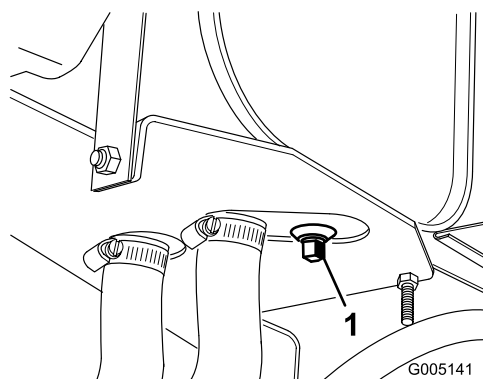

Figura 47
1. Retire el tapón de vaciado del depósito (Figura 47) y deje fluir el aceite hidráulico a un recipiente apropiado. Vuelva a colocar el tapón y apriételo cuando el aceite hidráulico se haya drenado.